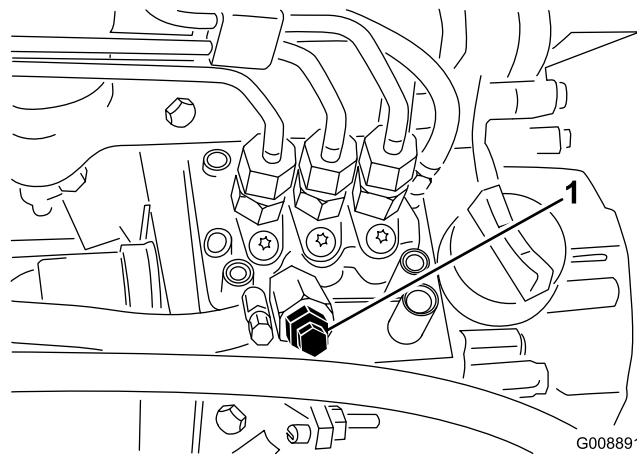

図 38
3. 燃料噴射ポンプについているエア抜きネジ（図 38）をゆるめる。